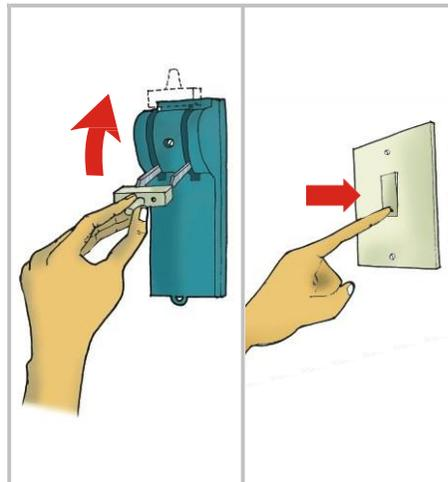

Fig. 5
8. Proceda a subir la llave general y accione el interruptor de luz (Fig. 5)